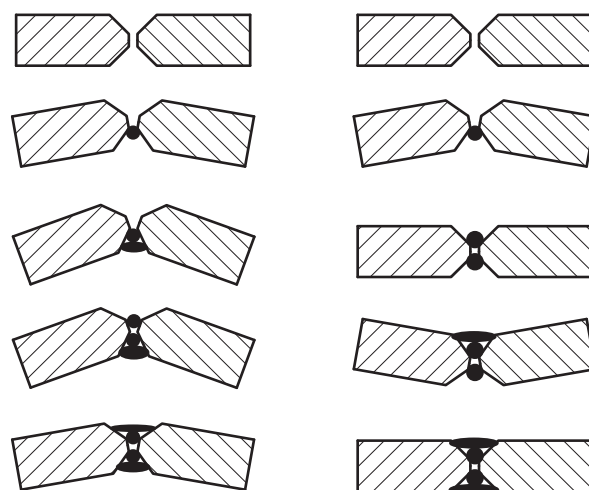

Fig. 10.9
- Las dubbelzijdig te lassen producten met een groot lasvolume afwisselend van onder en boven. Dit compenseert het kromtrekken van het product door warmte-inbreng. Gebruik hiertoe een X-naad in plaats van een V-naad bij dikke platen. (Fig. 10.9)